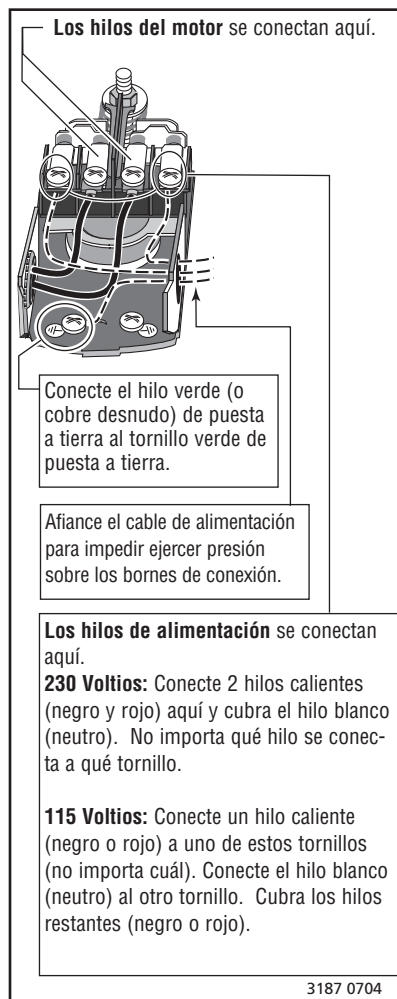

Figura 13: Manóstatos
1. Conecte el hilo de puesta a tierra primero según se ilustra en la figura 13. El hilo de puesta a tierra debe ser un hilo de cobre macizo por lo menos del mismo tamaño que los hilos de suministro de corriente eléctrica.
4. Conecte los hilos de suministro de corriente al interruptor a presión según se ilustra en la figura 13.